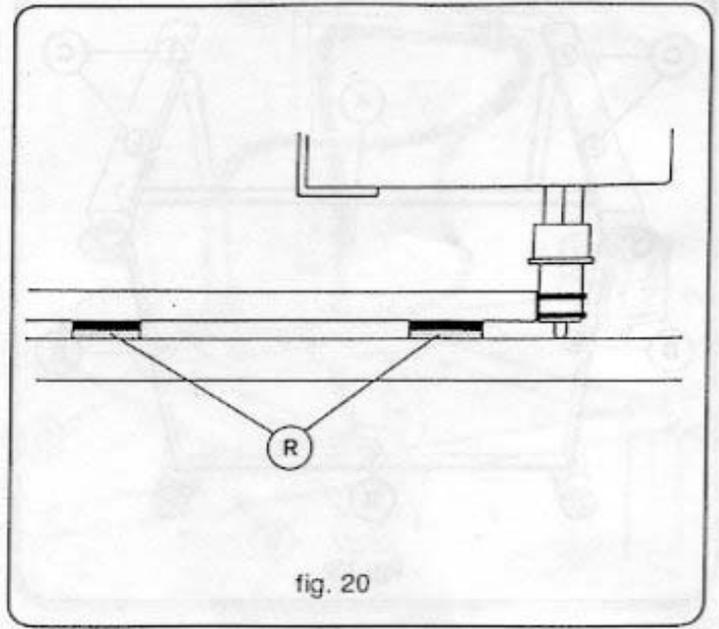

fig. 20
- Para garantizar una óptima adherencia del piñón con la plantilla, es importante que todos los imanes estén orientados con la parte roja R hacia abajo (fig. 20) y que las superficies de contacto estén paralelas.